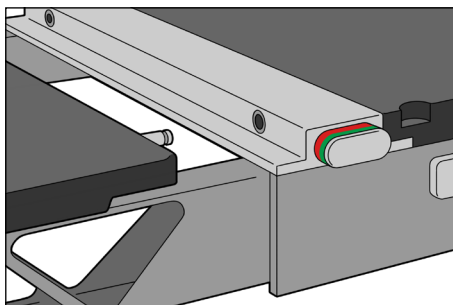

Fig. 1
1. Fjern kVue-innsatsen. (Fig. 1)